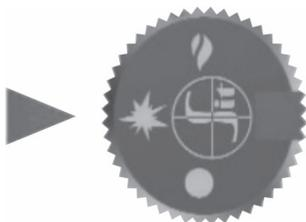

Рисунок 12
4. Нажать ручку управления и повернуть ее в положение «Запальная горелка» (Рисунок 12).